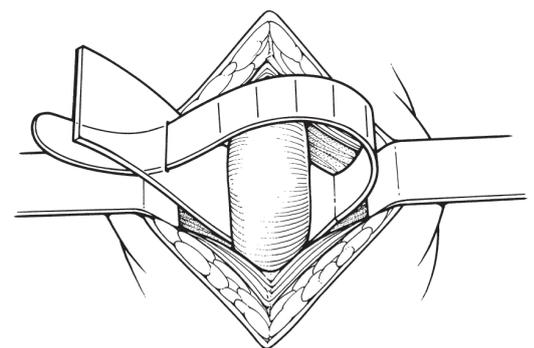

Figura 4-7. Mida la circunferencia uretral
3. Coloque el medidor del manguito (o drenaje Penrose) en torno a la uretra, donde vaya a implantarse el manguito. Debe ajustarse bien sin constreñir la uretra. (**Figura 4-7**)